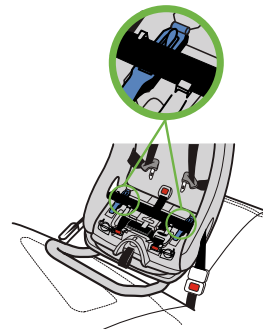

Figure 64
- Assurez-vous que la ceinture baudrier du véhicule est sous les quatre languettes de ceinture et par-dessus les deux dispositifs de blocage en position orientée vers l'arrière tel qu'illustré dans la **Figure 64**.